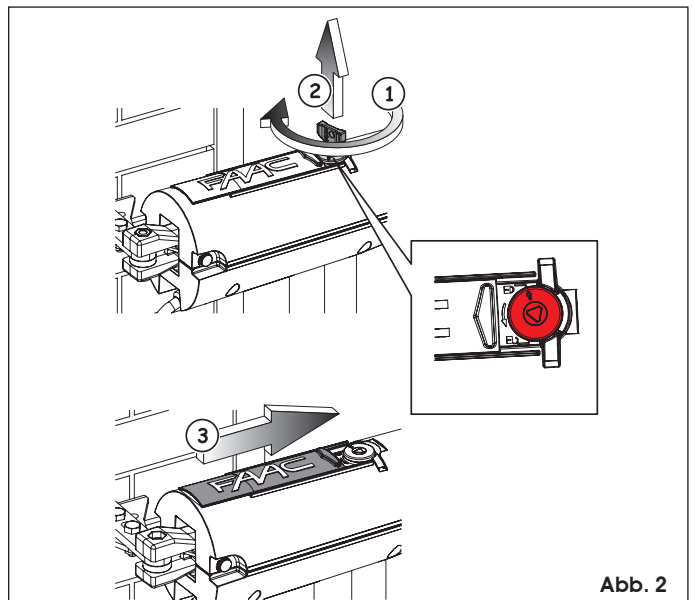

Abb. 2
2. Den Entriegelungsschlüssel im Uhrzeigersinn bis zum Anschlag drehen (Abb. 2, Bez. ①) und abziehen (Abb. 2, Bez. ②). Die Verriegelungsposition ist durch ein geschlossenes Vorhängeschloss angegeben.